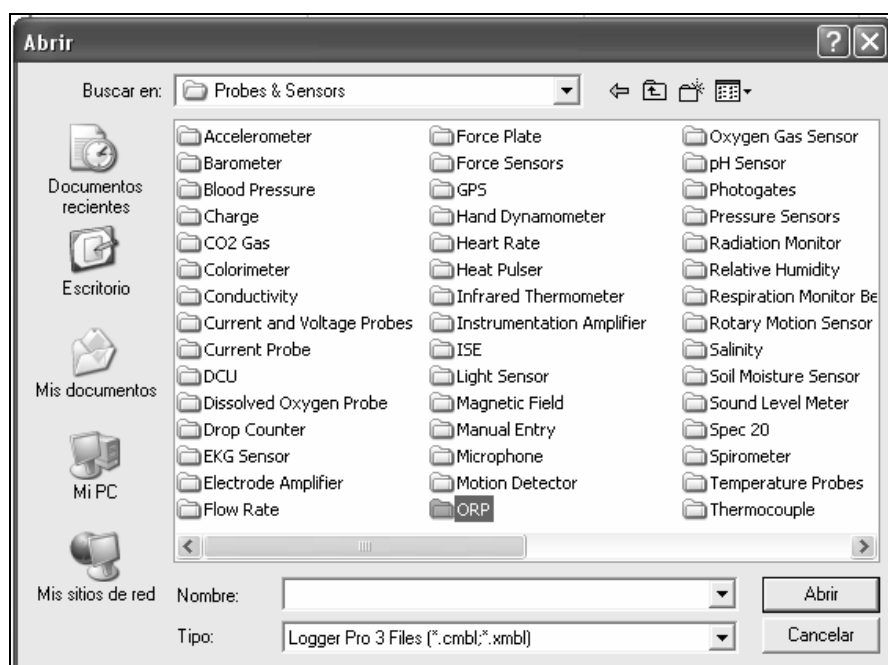
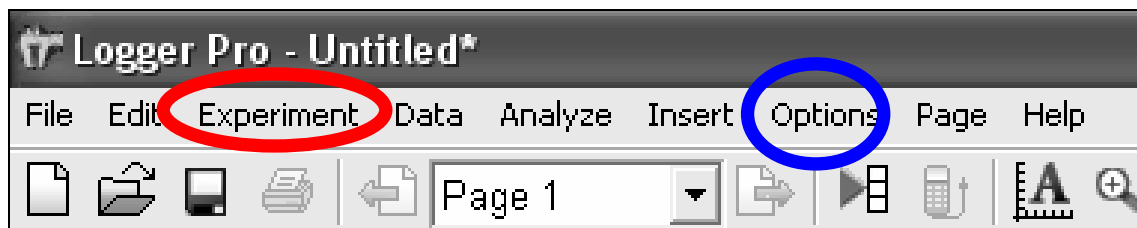
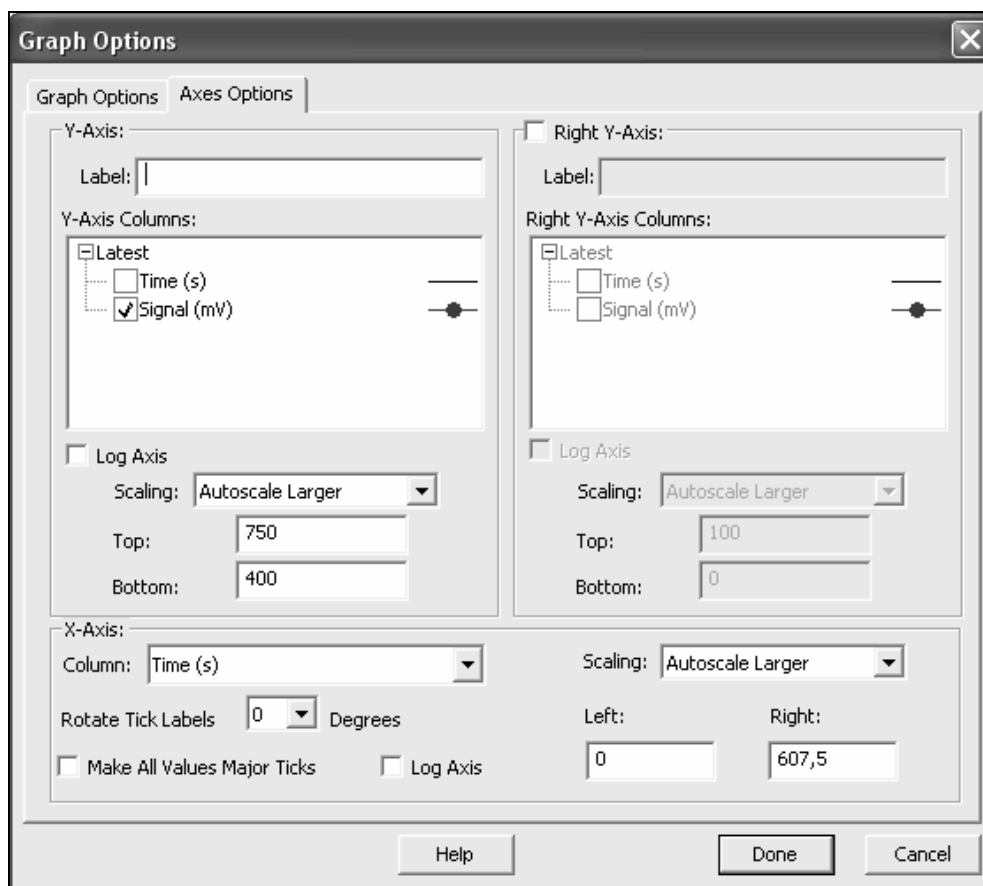

Figura 5. ORP. Localizando la carpeta del Sensor ORP para poder abrir un experimento.
Figura 9. ORP. Señalando carpetas donde se modifican los ejes de la gráfica.
Figura 10. ORP. Tabla para modificarlos ejes.
Abrir el folder del Sensor ORP (Figura 5. ORP). Existen diferentes experimentos diseñados para este sensor.
5. Se abre el programa de la computadora Logger Pro 3.4.6 y se observa en la hoja del software que comienza con el reconocimiento automático del sensor. Cuando se abre el software se tiene que modificar el eje “x” agregando segundos, lo cual se hace en la carpeta de “*Experiment*” (circulada de color rojo en la Figura 9. ORP) donde dice “*Extend Collection*” hasta llegar a 500 segundos pero se selecciona que se tome la muestra cada 50 segundos para que dé tiempo de estabilizarse a la reacción, y también se deben de modificar los ejes en la carpeta de “*Options*” (circulada de color azul en la Figura 10. ORP) donde se hace clic primero en donde están los ejes “x” y “y” selecciona “*Graph Options*” donde sale un recuadro (Figura 5) y se selecciona “*Axes Options*” para modificar el eje “y” para que inicie en 300 y termine en 900.
Aun no se ha agregado nada de dicromato de potasio, tenemos la siguiente imagen en la computadora (Figura 9. ORP), donde la señal del Sensor ORP registra 446.7 mV del sulfato ferroso amoniacal que se observa en la tabla realizada en 0 segundos de tiempo.